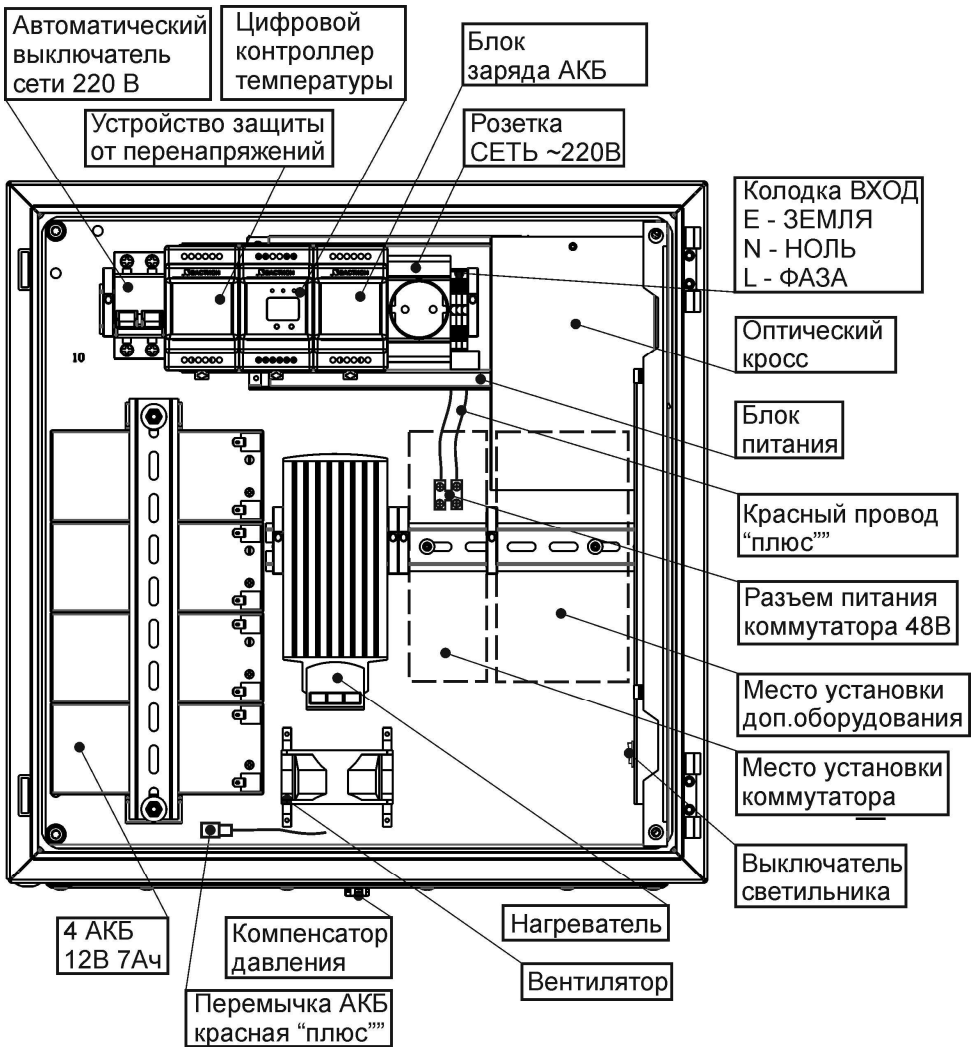

Рисунок 2 - вид изделия с открытой дверцей
- клеммной колодке ВХОД ~ 220В (см. рисунок 2).
Подключение внешних цепей к изделию выполняется через соответствующие гермовводы в соответствии с назначением клемм подключения (см. рисунок 2).
- Провод заземления подключите к клемме E (ЗЕМЛЯ) на колодке «ВХОД» (см. маркировку рисунок 2);
- Подключите, соблюдая фазировку, к клеммам колодки «ВХОД» изделия сетевые провода N (НОЛЬ) и L(ФАЗА) (см. рисунок 2).